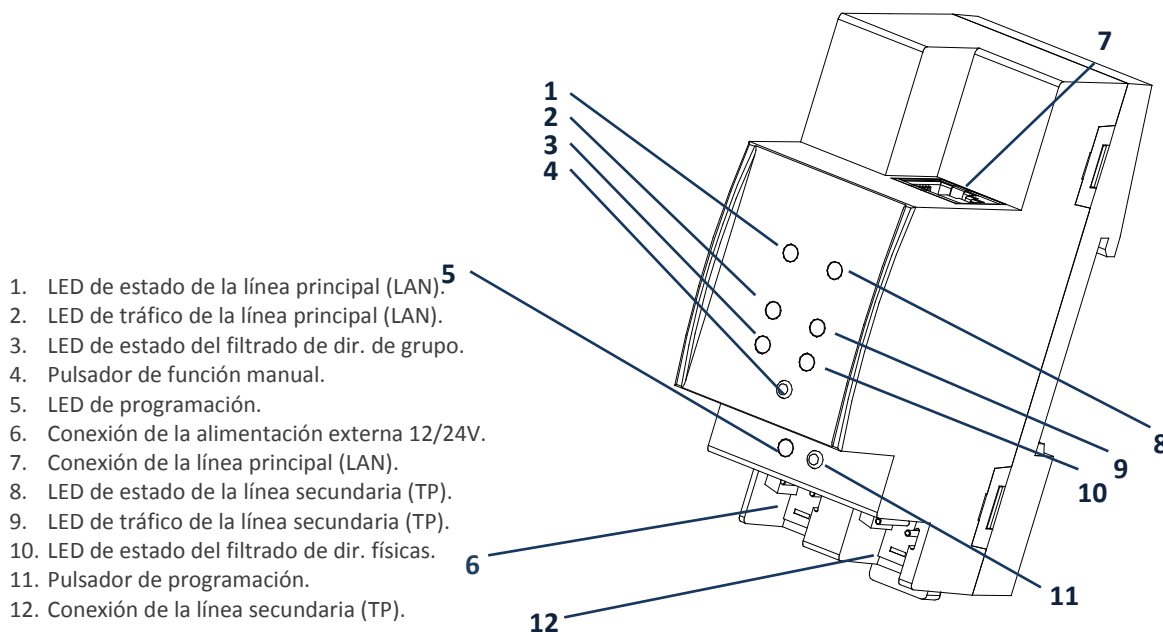

Figura 3 Diagrama de elementos
La Figura 3 muestra un esquema con todos los indicadores LED y todas las conexiones necesarias. El acoplamiento entre una línea KNX de par trenzado (TP) y una red LAN requiere que se conecte el bus KNX (12), el cable Ethernet (7) y la alimentación externa (6). A continuación, el dispositivo podrá ser debidamente instalado en el carril DIN según el procedimiento habitual.
Para que el Zennio KNX-IP Router entre en el **modo de programación**, deberá presionarse el botón de programación (11) mostrado en la Figura 3. Después de una breve pulsación, el LED de programación (5) se iluminará en rojo.
Zennio KNX-IP Router incorpora un pulsador adicional en la cara superior, junto a los LEDs de estado (ver (4) en la Figura 3). Una **pulsación de tres segundos** en este botón pondrá al dispositivo en **modo manual**, activándose por tanto una función manual configurable, lo que provocará que el LED de estado de la LAN adquiera el color naranja o rojo (según si el estado previo del LED era verde o apagado). Dependiendo de la función manual parametrizada, podrían también cambiar de color otros LEDs.